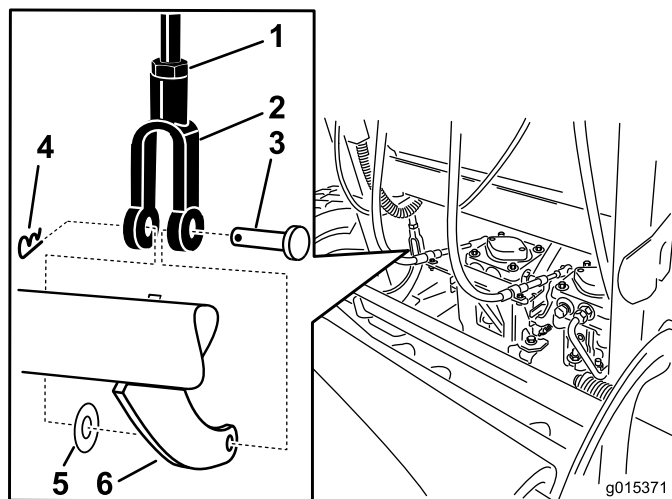

Figura 63
5. Per regolare il freno, togliete la coppiglia e il cavallotto con perno dalla leva del freno inferiore e dalla forcella (Figura 63).
6. Allentate il controdado (Figura 63).
7. Ruotate la forcella. Per serrare il freno, ruotate verso l'alto la forcella. Per allentare il freno, ruotate verso il basso la forcella (Figura 63).
8. Fissate la forcella alla leva del freno inferiore con la coppiglia e il cavallotto (Figura 63).
9. Serrate il controdado (Figura 63).